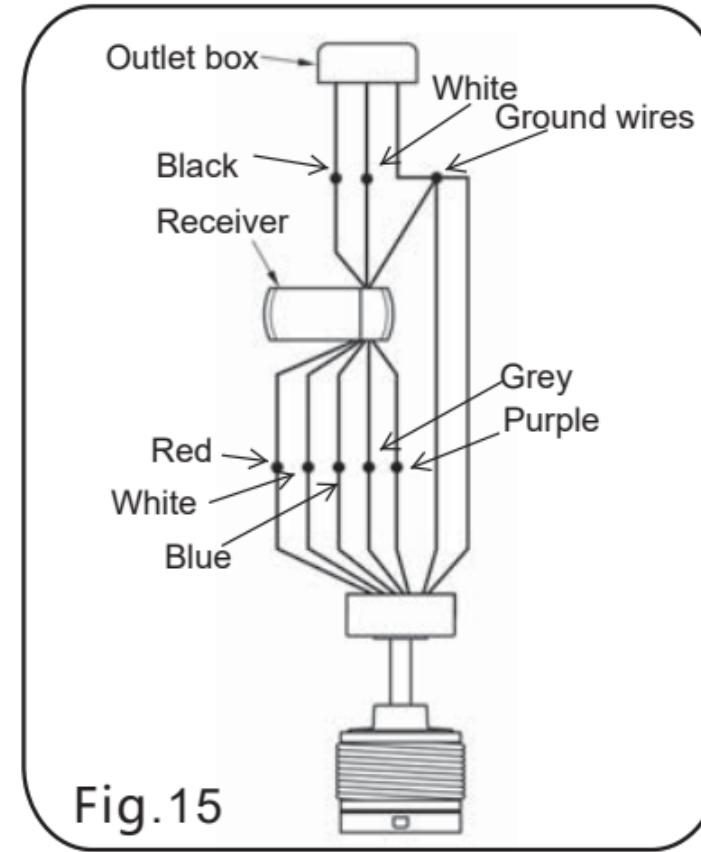

Fig.15
**Paso 2.** Conexiones eléctricas del motor al receptor: Conecte el cable blanco del ventilador al cable blanco del receptor. Conecte el cable rojo del ventilador al cable rojo del receptor. Conecte el cable azul del ventilador al cable azul del receptor. Conecte el cable gris del ventilador al cable gris del receptor. Conecte el cable púrpura del ventilador al cable púrpura del receptor. (Fig.15)
**Paso 3:** si su caja de enchufe tiene un cable de tierra (cable de cobre verde o desnudo), conecte los cables eléctricos conectados a la bola de la horca, el soporte de la horca y el suelo del receptor. Si tu salida La Caja no tiene cable de tierra y luego conecta la bola de la horca y el soporte de la horca. Y la bola del receptor y el cable de tierra del soporte del receptor están juntos. Conexión de cable fijo Se proporcionan tuercas de alambre de plástico. (Fig.15)
**Paso 4.** Haga las conexiones de la caja de distribución al receptor de la manera siguiente; Alambre negro (corriente) de la caja de distribución al alambre negro marcado "AC in L" del receptor. Alambre blanco (neutral) al alambre blanco marcado "AC in N" del receptor. Use los conectores de plástico proveidos para asegurar cada conexión, asegure los conectores de plástico con cinta aislante. Despues de terminar las conexiones del alambrado, revise que no haiga hebras de alambre sueltas. Como una precaucion mas, sugerimos que asegure los conectores de plástico a los alambres usando cinta aislante electrica.(Fig.15)